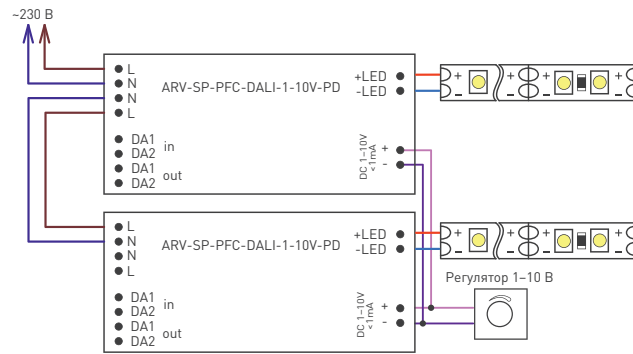

Рис. 3. Структурная схема соединения оборудования при использовании управления 0–10 В
- 3.8. Если используется управление 0–10 В, то схема подключения показана на рис. 3.